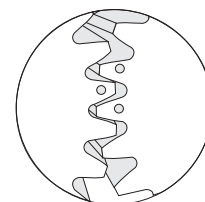

Figure 11
9. Extraire ensuite les engrenages **42** des arbres **29**, **30** avec un extracteur. Ne pas oublier de noter avec des marques de poinçon, de quel arbre provient chacun des engrenages et quelles dents de chaque engrenage étaient en face au moment du démontage (voir figure 11).
1. Positionner les engrenages de synchronisation **42** sur les arbres **29** et **30**. Contrôler que chaque engrenage est remonté sur l'arbre lui correspondant. Contrôler que les bonnes dents sont engagées (voir figure 11).